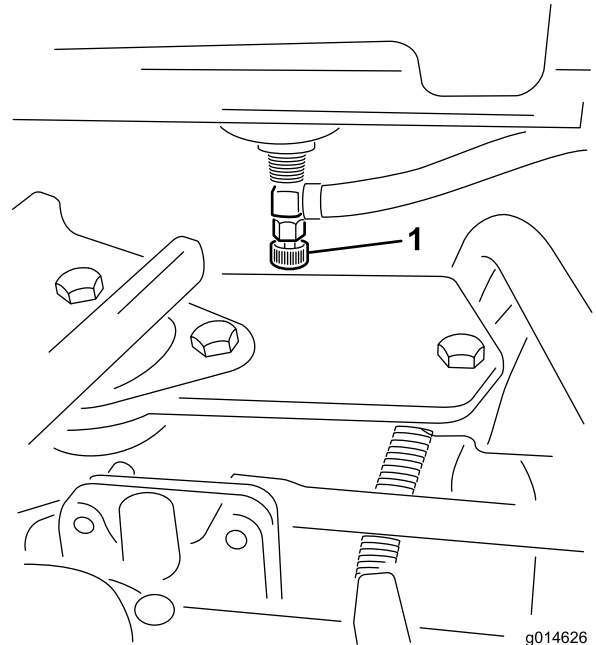

Figure 45
1. Fermez le robinet d'arrivée de carburant (Figure 45) sous le réservoir.